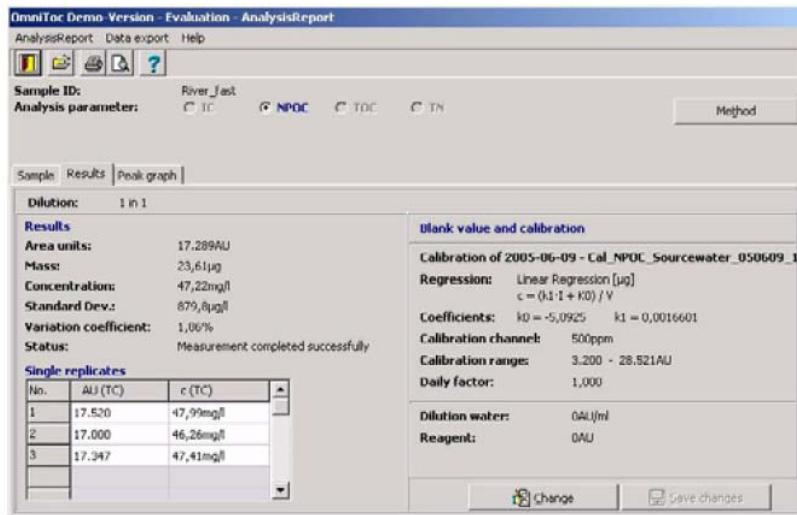
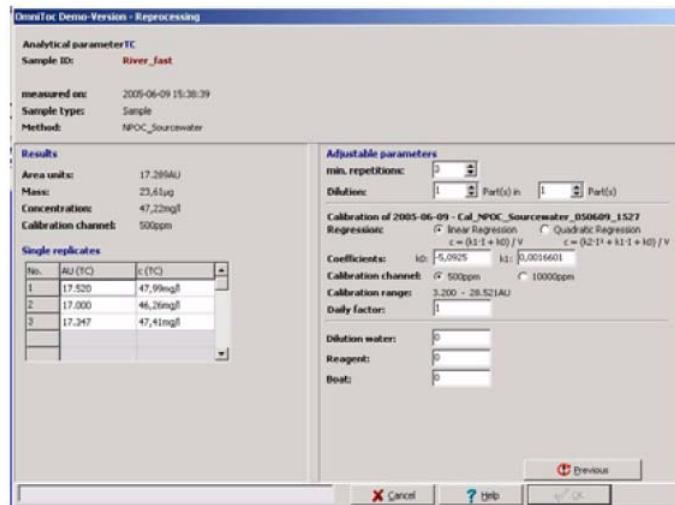

图53 Evaluation Analysis Report (评价分析报告) 窗口的Results (结果) 选项卡
图54 Edit Results (编辑结果) 窗口
Results”选项卡中显示每个测量通道的测量结果 (图53)。转换测量通道时选择合适的测量参数。另外还显示标定参数、标定范围、稀释空白和任何其它空白值。
1. 点击CHANGE (更改) 键 (图53) 打开Edit Results (编辑结果) 窗口 (图54)。